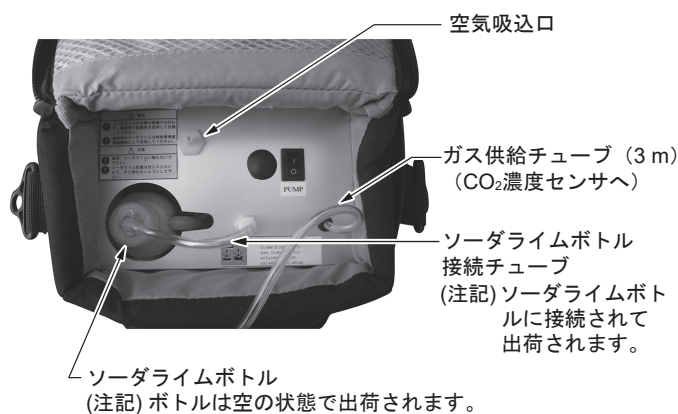

図1 CO₂サービスバッグ本体内部
- (2) センサ接続用チューブの細い側をガス供給チューブ (3 m) (図1) にはめ込みます。
- (3) センサ接続用チューブの太い側をCO₂濃度センサにつなぎます。ガスが漏れないように、しっかりと装着してください。